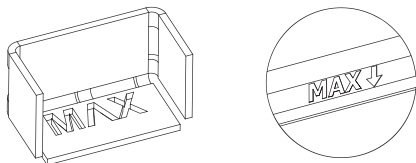
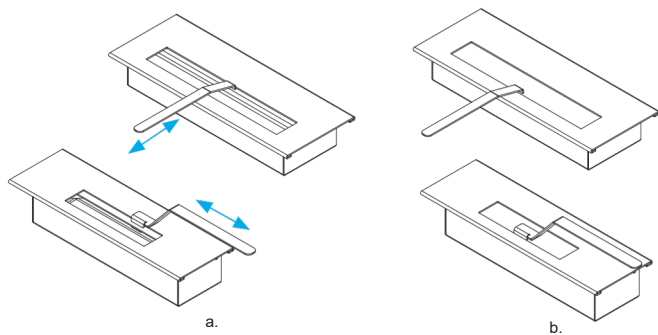

Bild 1. Markering för MAX bränslenivå på bibränslebehållaren
Bild 2. Exempel på bibränslebehållare med glidande spjäll: (a) öppna; (b) stängda
- När du fyller på apparaten får du inte överskrida den maximala kapacitet som indikeras av indikatorn för maximal fyllning på biobränslebehållaren (fig.1).
Ta inte biopannan i bruk förrän installationen är klar. Det är förbjudet att fylla på biobränsle medan enheten är igång. Tänd inte enheten när den är varm. Biobränslet kan fortfarande vara varmt i en timme efter att elden har slocknat. Innan du fyller på biobränsle ska du kontrollera om behållaren läcker. Biobränslebehållaren är utrustad med en absorberande kudde för att förhindra att biobränslet spills om enheten lutar. För att den absorberande insatsen ska kunna fylla sitt syfte måste 50 % av biobränsletankens maximala kapacitet fyllas på en gång. När du fyller på apparaten får du inte överskrida den maximala kapacitet som indikeras av indikatorn för maximal fyllning på biobränslebehållaren (fig.1). Starta inte kaminen om biobränslebehållaren är överfylld. Om du spiller biobränsle ska du omedelbart torka av ytan med en pappershandduk. Tänd biopannan med långa tändstickor eller en tändare för en öppen spis. Flammans färg och höjd efter cirka 15 minuters bränning. Flammans höjd beror också på ventilationen i rummet. I biocigatorer som är utrustade med rörliga glidskenor (fig. 2 a) kan flammans intensitet regleras med hjälp av reglaget genom att justera öppningsgraden på skenan. Flammans höjd ska justeras så att den övre delen av kaminen inte utsätts för direkt flamma. Håll ett säkerhetsavstånd på minst 0,5 meter från bioplatzen när du eldar. Förbrukningen av biobränsle varierar från 0,2 l/h till 0,6 l/h beroende på apparat.
För att släcka lågan i apparaten, stäng skjutaren genom att stänga av lufttillförseln till brännaren med reglaget (fig. 2 b). Vänta tills biokaminen har nått rumstemperatur innan du tänder den på nytt. Det är förbjudet att släcka biopannan med vatten eller annan vätska. I händelse av antändning av spillt biobränsle ska du använda en pulversläckare eller stänga av luftflödet till branden med ett obrännbart material.